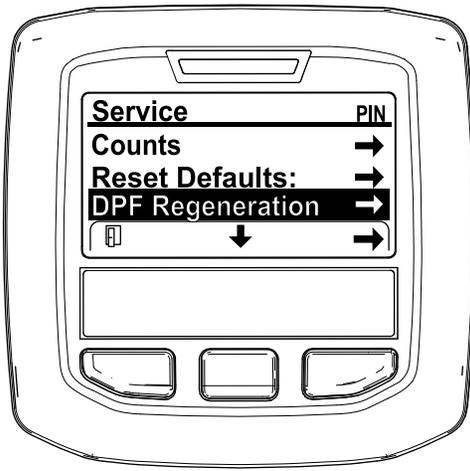

図 43
3. 整備メニュー SERVICE MENUで、中央ボタンを押して DPF 再生 DPF REGENERATIONへ移動し、右ボタンで DPF 再生 DPF REGENERATIONを選択する 図 43。